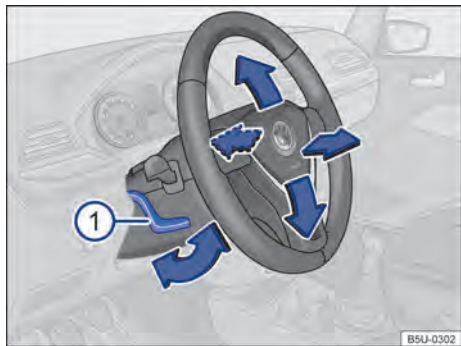

Fig. 71 Embaixo e a esquerda do volante junto com o revestimento da coluna de direção: alavanca de ajuste da posição do volante.
- Empurrar a alavanca → Fig. 71 ① para baixo e colocar o volante na posição desejada.